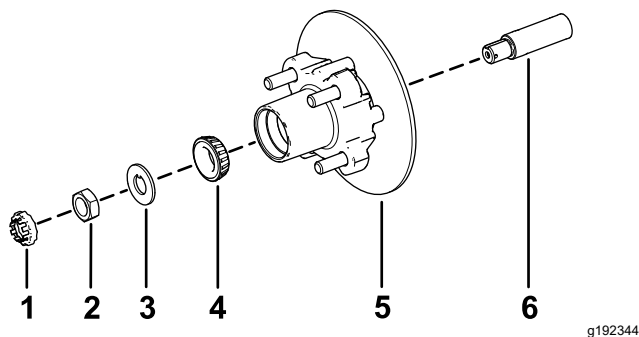

Рисунок 35
- Нанесите тонкий слой консистентной смазки указанного типа на ось (Рисунок 35).
- Установите ступицу и тормозной диск на ось так, чтобы тормозной диск был внутри (Рисунок 35).
- Установите наружный подшипник на ось и в наружное кольцо (Рисунок 35).
- Установите стопорную шайбу на ось (Рисунок 35).
- Наверните гайку шпинделя на шпиндель и затяните гайку с моментом 15 Н·м, поворачивая ступицу так, чтобы подшипник был посажен на место (Рисунок 35).
- Совместите тормозные колодки с обеих сторон тормозного диска (Рисунок 31) с отверстиями в кронштейне суппорта и отверстиями в креплении тормоза на цапфе (Рисунок 35).